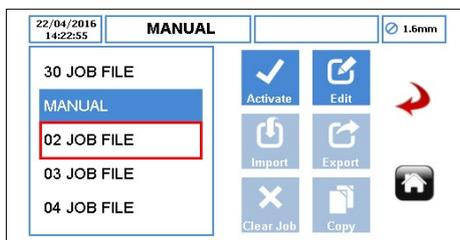

Figure 57 Menu Fichier de travail
- Sélectionnez  cette option pour accepter toutes les modifications du fichier de travail en surbrillance. Vous retournerez alors au menu Fichier de travail, comme illustré à la *figure 57*. Les modifications effectuées sur cet écran ne sont enregistrées que lorsque vous appuyez sur cette icône.